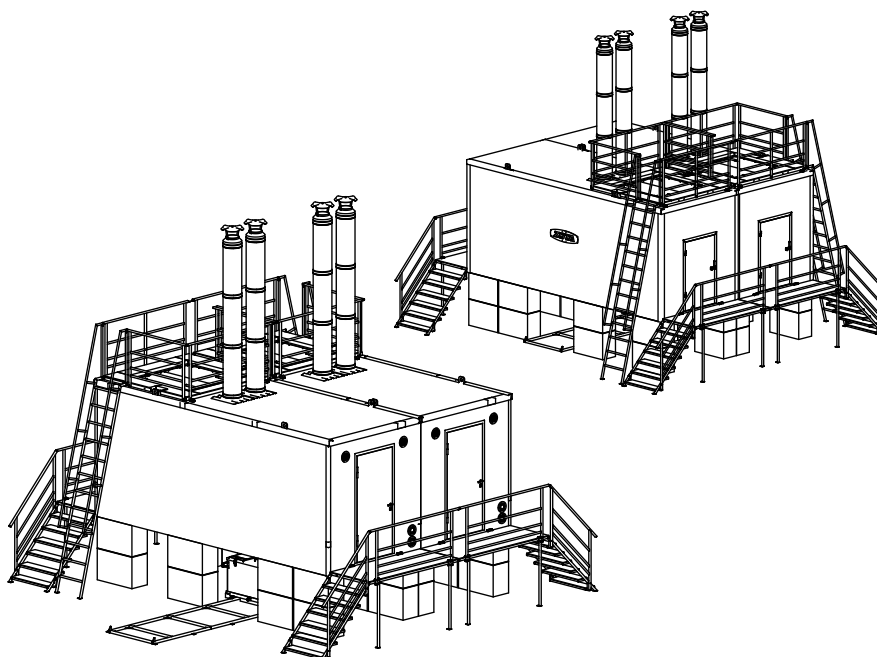

Рис.12 Конструкция блочно-модульной котельной
6.9.1. Блочно-модульные котельные (далее БМК) применяются в случаях, когда нужна высокая мощность и надежность теплоснабжения, в их состав может входить от 2 модулей с котлами (Рис.12).